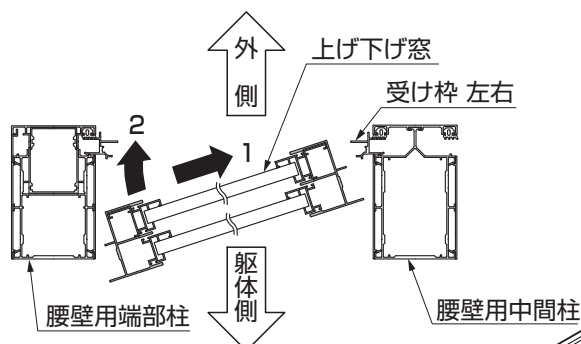

図11-1
- ① 上げ下げ窓を躯体側から斜にスライドさせながらはめ込みます。(図11-1 参照)